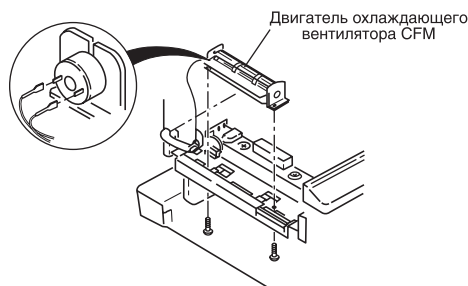

Рис. 23. Снятие двигателя охлаждающего вентилятора
4. Снимите двигатель охлаждающего вентилятора (CFM), открутив два винта (рис. 23).